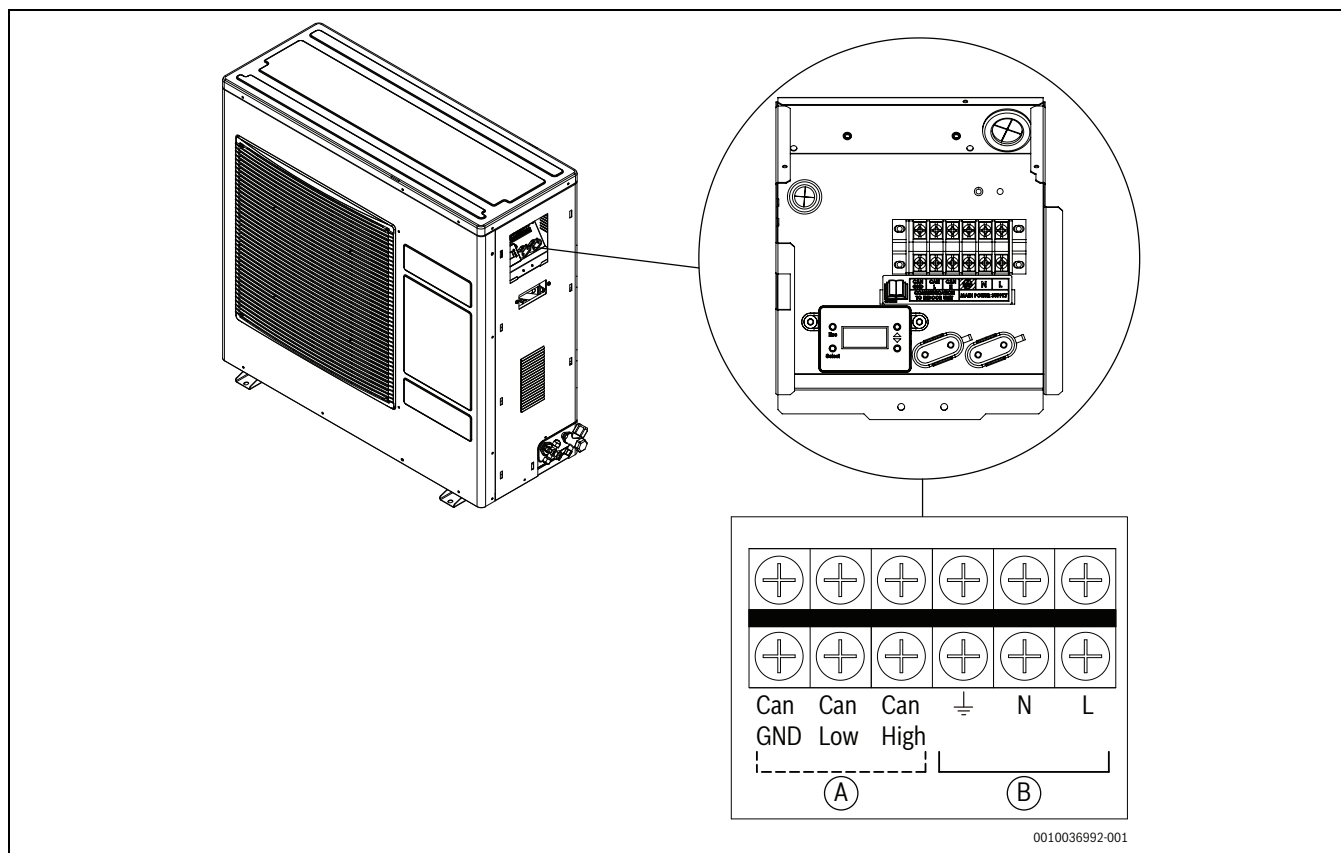

Fig. 19 Collegamenti dei cavi
4. Collegare il cavo di comunicazione tra unità interna e unità esterna (Fig. 19 [A]). L'estremità del cavo di comunicazione che collega all'unità interna deve disporre di schermatura.
5. Collegare un'estremità dell'alimentazione elettrica all'unità esterna (fig. 19 [B]) e l'altra estremità al quadro di distribuzione di rete.